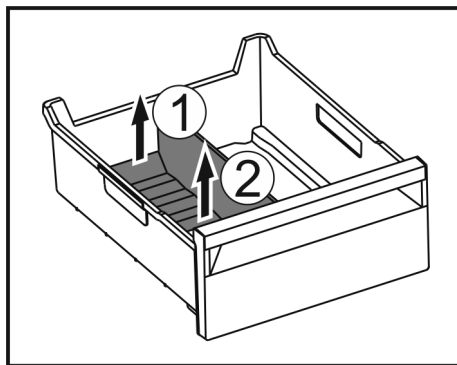

Fig. 243
- Podignite stražnji dio pregrade ladice za led. Fig. 243 (1)
- Izvadite pregradu ladice za led prema gore. Fig. 243 (2)